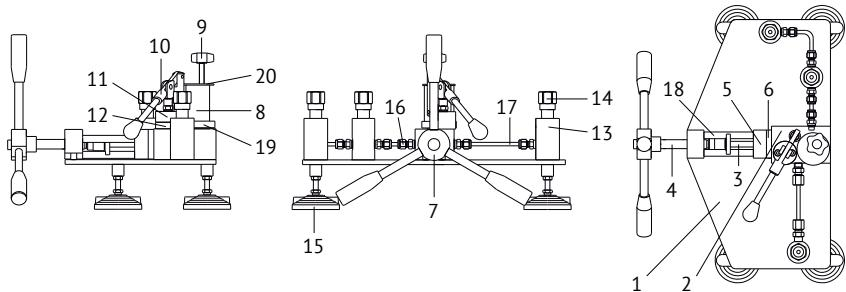
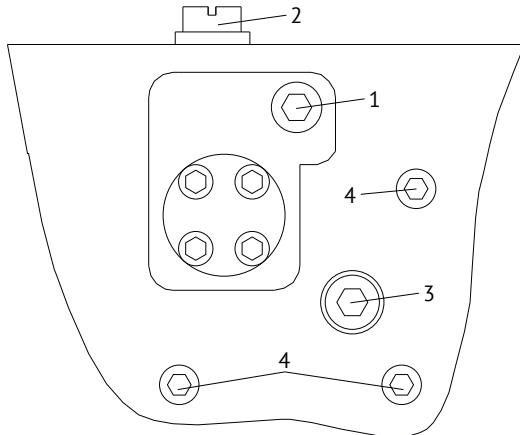

Рис. 1. Гидравлическое устройство для сравнительной калибровки:
Рис. 2. Расположение технологических винтов:
4.1 Внешний вид прибора показан на Рис. 1.
4.2 Основание устройства выполнено в виде *стальной плиты 1* (Рис. 1), снабженной четырьмя регулируемыми опорами 15. Блок создания давления 2 представляет собой стальной параллелипед, с выполненными в нем полостью основного штока, полостью ручного насоса и всеми необходимыми каналами и клапанами. На блоке создания давления, сверху закрепляются ручной насос 10, основание стакана 19 и стакан для рабочей жидкости 8 и вентиль сброса давления 9, на передней стороне узел основного штока. С боков от блока создания давления расположены стойки 13 с гайками 14 для присоединения образцового средства измерения (правая стойка) и двух или одного поверяемых (левые стойки). В случае поверки одного средства измерения в свободную стойку устанавливается заглушка. Блок создания давления и стойки соединены между собой с помощью фитингов и трубок высокого давления. Для слива рабочей жидкости из устройства предусмотрен специальный винт 1 (Рис. 2) со специальным уплотнением, расположенный снизу блока создания давления. Винт 2 (Рис. 2) предназначен для слива рабочей жидкости из полости ручного насоса.
С помощью ручного насоса 10 (Рис. 1) рабочая среда перекачивается из стакана 8 в полости основного штока и стоек 13 со средствами измерений. Ручной насос необходим для предварительного сжатия воздуха, оставшегося в присоединенных средствах измерений, с целью уменьшения его объема. Величина ручного накачивания зависит от диапазона измерения установленных СИ, но не должна превышать 3 МПа. Далее, с помощью вращения штурвала 7 по часовой стрелке и винта 4,двигающего шток 3, плавно создается необходимое давление. Для уменьшения давления штурвал необходимо вращать в обратную сторону. Для сброса оставшегося давления предусмотрен вентиль сброса давления 9.